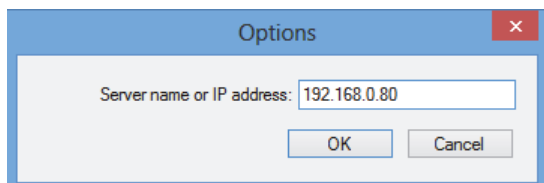

figura 59.3: Janela Options
- 1 Vá para *File > Options*. Aparece um ecrã semelhante ao da figura 59.3.